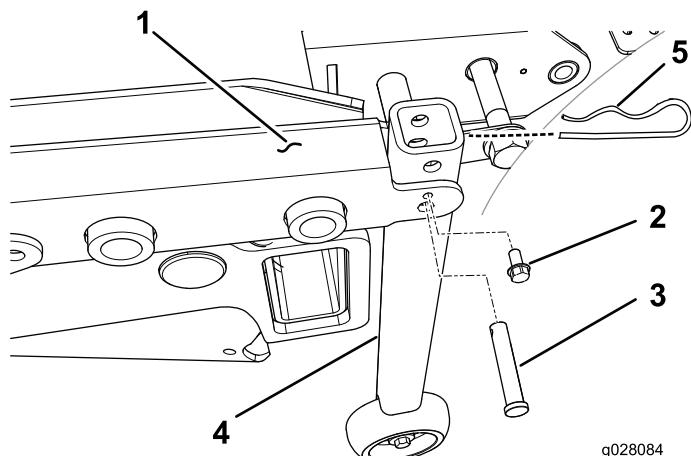

Figure 32
2. Pour les groupes de déplacement dont le numéro de série est antérieur à 312999999, fixez le support de tube vertical à chaque coin arrière du cadre du plateau au moyen d'un axe de chape et d'une vis autotaraudeuse (1/4 po) (Figure 32)